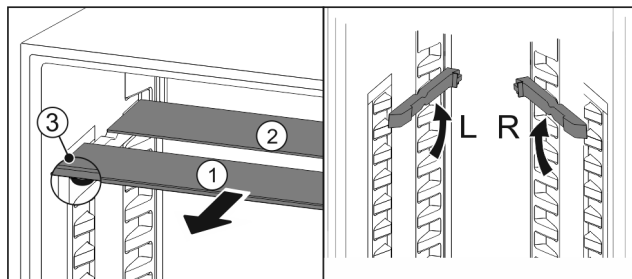

Fig. 56
- ▶ Vytiahnite sklené dosky jednotlivu dopredu Fig. 56 (1).
- ▶ Sklená doska Fig. 56 (1) s ozdobnou lištou leží vpred.
- ▶ Zarážky Fig. 56 (3) ukazujú nadol.